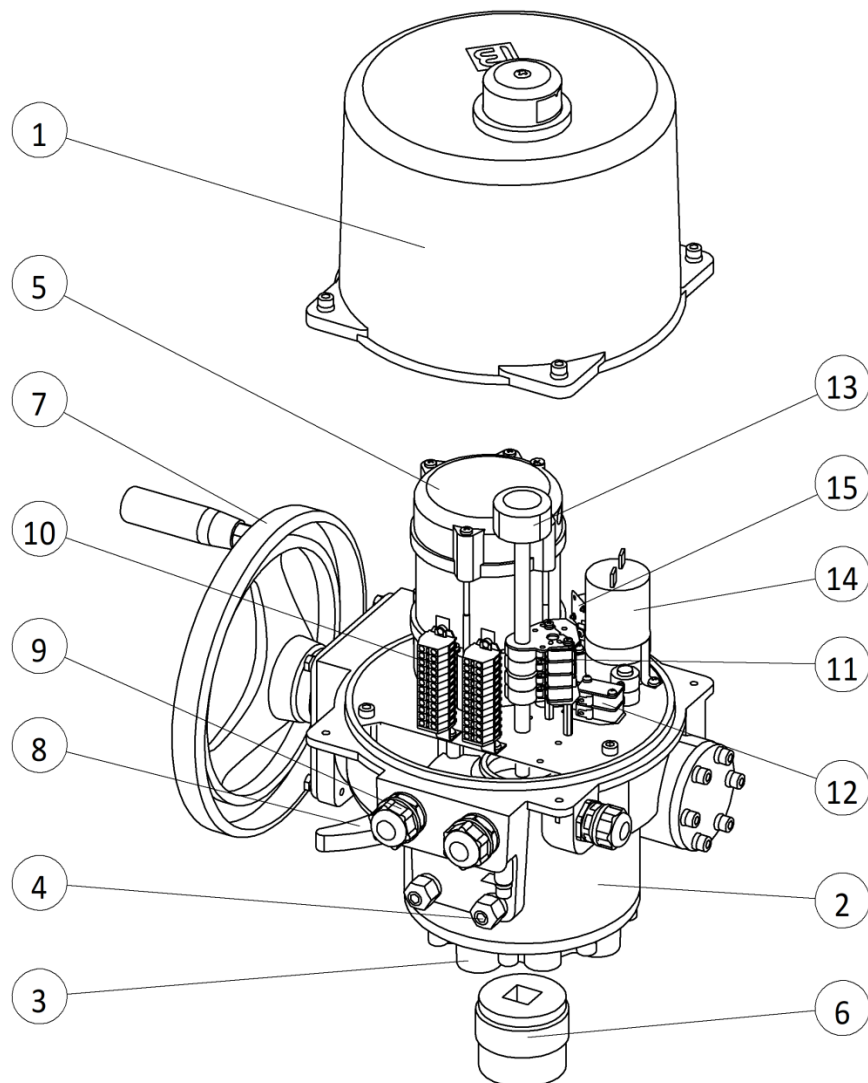

Рисунок 1 – Общий вид электропривода
Шкала указателя положения (поз.13 рисунок 1) позволяет визуально контролировать положение запорного органа арматуры.
- сделать переключение рычагом переключения ручного режима (поз.8 рисунок 1).
Поворот выходного вала привода производится вращением штурвала (поз.7 рисунок 1). При вращении штурвала по часовой стрелке, электропривод закрывает арматуру, при вращении против часовой стрелки открывает.